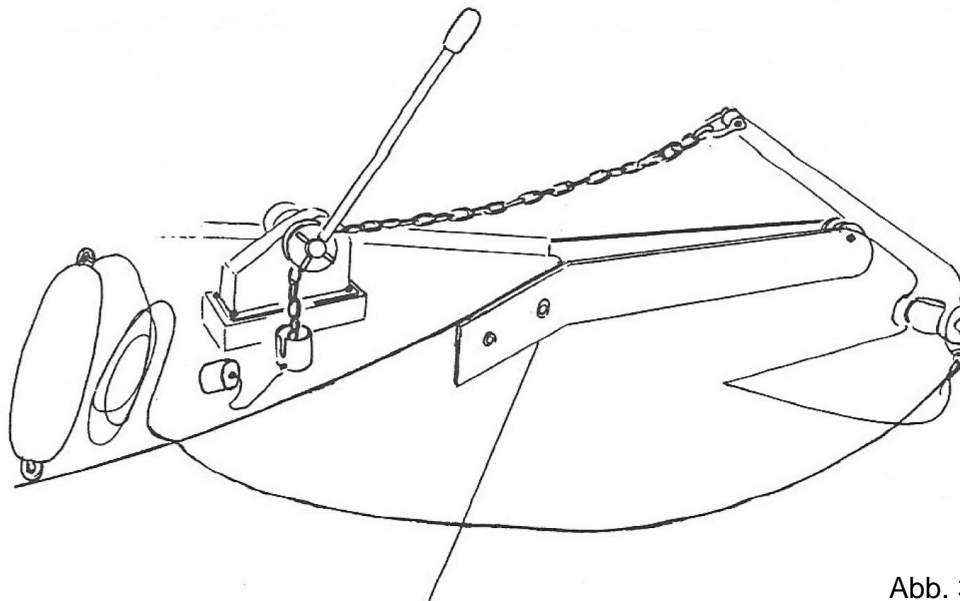

Abb. 30
- Falls der Anker auf einer Bug Rolle gefahren wird: Sicherungsbändsel lösen, Anker über die Rolle kippen, Durchlass des Kettenkastens öffnen, Winschen Hebel bereithalten. (Abb. 30)